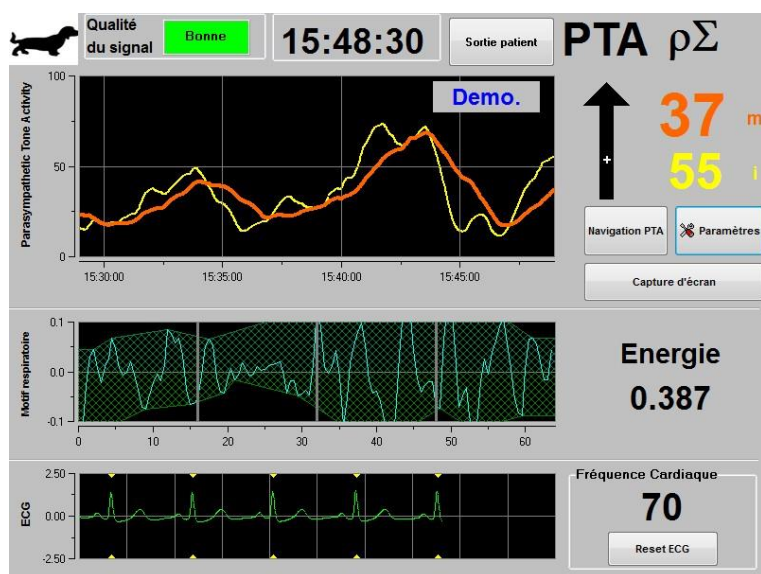

Figure 15
Ces variations rapides de tonus $p\Sigma$ s'expriment au niveau du nœud sinusal par des variations de l'intervalle de temps séparant deux ondes R de l'électrocardiogramme. La suite des intervalles R-R normaux (issus d'un cycle cardiaque sinusal et non d'une extrasystole) constitue le périodogramme. La composante $p\Sigma$ est évaluée après filtrage, normalisation et rééchantillonnage de la série R-R, en mesurant la surface générée par les cycles respiratoires sur le périodogramme (figure 15). Plus le tonus $p\Sigma$ est important, plus la surface mesurée est grande. A l'inverse la surface mesurée diminue lorsque le tonus $p\Sigma$ diminue.
- **Mode « expert »** : motif respiratoire et une fonction supplémentaire : l'indice « Energie » (figure 15).